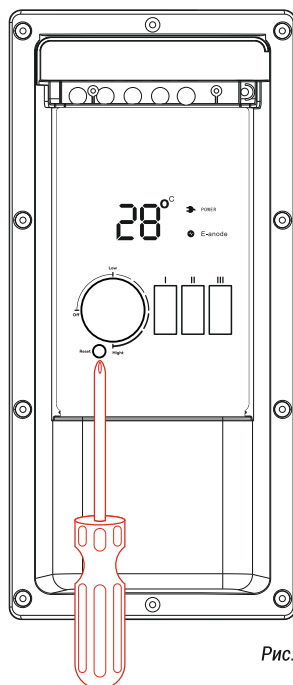

Рис. 3
При повышении температуры воды выше значения $+90^{\circ}\text{C}$ срабатывает термовыключатель, экстренного отключения ТЭНа. Для возврата прибора в рабочее состояние необходимо нажать до щелчка кнопку термовыключателя (Рис. 3).
Рестарт ограничителя температуры: после срабатывания защиты от перегрева сначала выключите питание, затем сдвиньте подвижную крышку блока управления вверх, вставьте отвертку (диаметр головки $> \varnothing 6$ мм) в отверстие RESET, как показано на Рис. 3, нажмите до щелчка для возврата пружины термоограничителя.
4. Водонагреватель оснащен термовыключателем, который прекращает подачу электроэнергии к ТЭНу, при перегреве воды. Если водонагреватель включен в сеть, но не происходит нагрев воды и не горит индикатор клавиши, значит отключился или не был включен термовыключатель. Для возврата водонагревателя в рабочее состояние необходимо: отключить питание от электроводонагревателя и в отверстие RESET, как показано на Рис. 3., нажать до щелчка для возврата пружины термоограничителя.